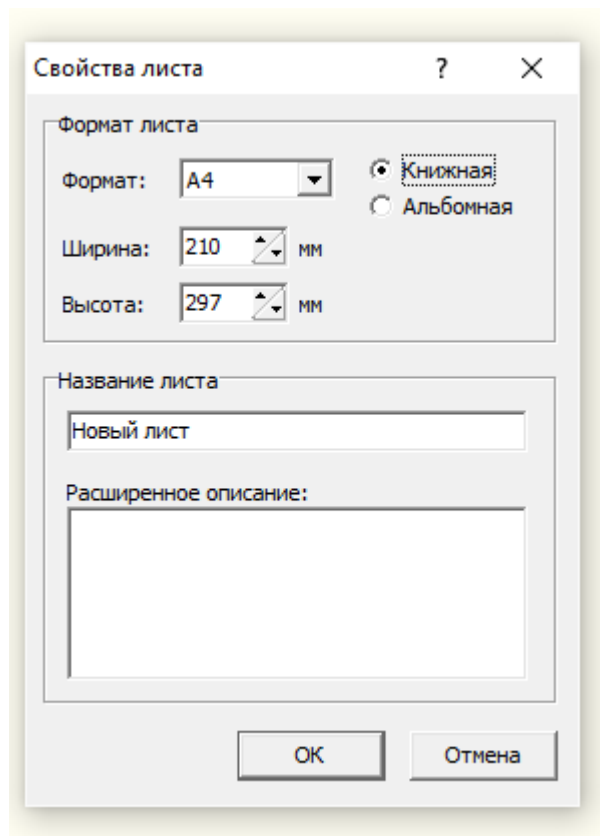

Рис. 2.1: Вікно налаштувань аркуша
1. Для початку роботи потрібно встановити книжну орієнтацію аркуша, та переконатись що задані параметри аркуша відповідають поставленому завданню. Для цього переходимо в меню “Лист” > “Свойства листа” (рис. 2.1).